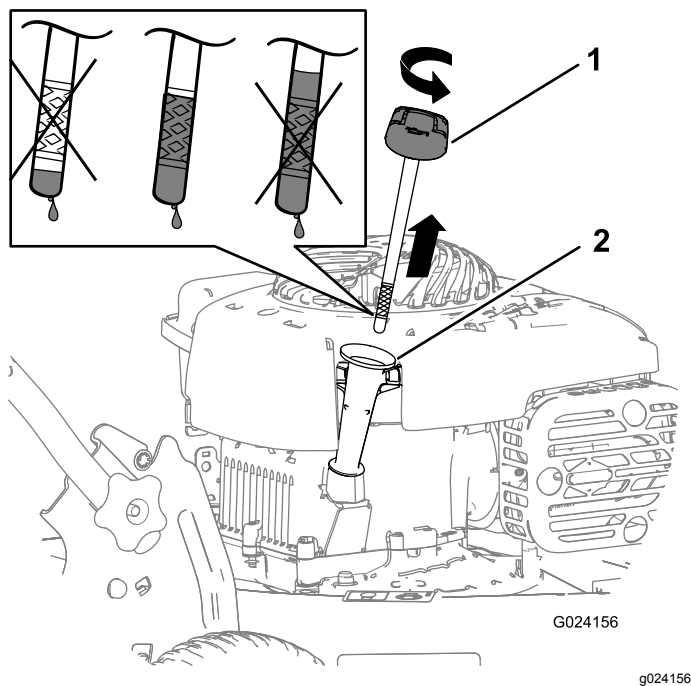

Bild 10
2. Ziehen Sie den Peilstab (Bild 10) heraus.
5. Nehmen Sie den Peilstab heraus und lesen den Ölstand ab, siehe Bild 10.